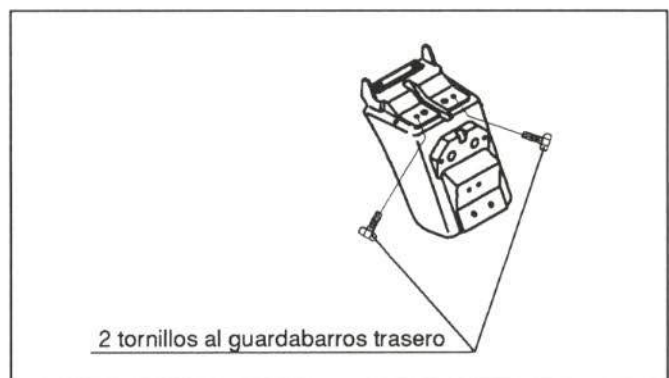

Figura 23. Fijación del portamatrícula
En la figura 23 se detalla su fijación.
- Rueda delantera (figura 23)